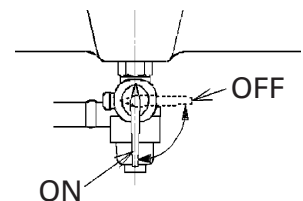

fig.12 POSICIÓN DE LA VÁLVULA DE COMBUSTIBLE
3. Abra la válvula de combustible haciendo girar la llave de purga en el sentido de rotación de las agujas del reloj hasta la posición vertical según se muestra en la Fig. 12.
3. Cierre la válvula de combustible haciendo girar la llave de purga en el sentido de rotación contrario al de las agujas del reloj hasta la posición horizontal que se muestra en la Fig. 12.
3. Asegure que la llave de purga del combustible está abierta. La llave de purga del combustible está abierta cuando la palanca está perpendicular al terreno (vertical como en la Fig. 12)